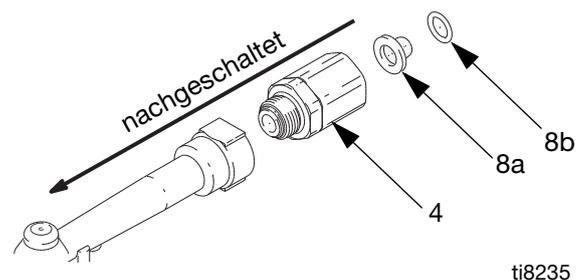

ABB. 24
2. Schlauch vom Drehgelenk (4) abschrauben (ABB. 24).
3. Den O-Ring (8b) ausbauen und den Filter (8a) mit einem O-Ring-Haken von der Innenseite des Drehgelenks (4) abnehmen. (ABB. 24).
4. Den neuen Filter (8a) in das Drehgelenk (4), drücken und darauf achten, dass er richtig sitzt (ABB. 24).
5. O-Ring austauschen (8b)(ABB. 24).
6. Den Schlauch wieder in das Drehgelenk (4) einschrauben (ABB. 24).
HINWEIS: Den neuen Filter (8a) so ausrichten, dass die konkave Seite des Filters in die nachgeschaltete Richtung weist ABB. 24.